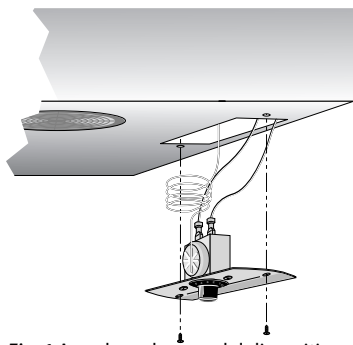

Fig. 1 Accedere al corpo del dispositivo di controllo.
3. Accedere con cautela al corpo del dispositivo di termoregolazione (vedere fig. 1).